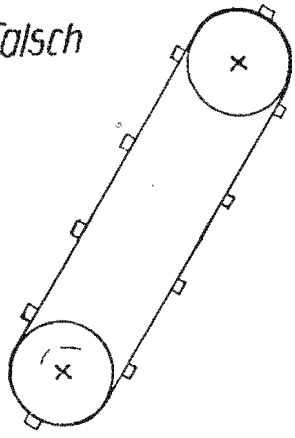

Bild 6
5. Fördertücher spannen (Bild 6, 7, 13, 14);